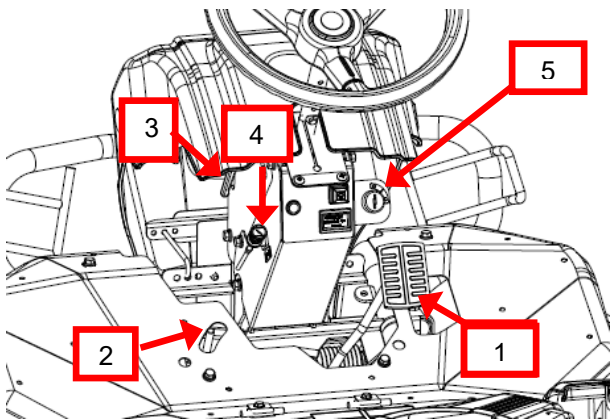

Figure 6a (modèle RM882 & RM952)
La pédale de frein est utilisée en cas d'urgence ou lorsque le frein de stationnement est verrouillé (1, Fig. 6a & 6b). Lorsque la pédale de frein est enfoncée, le levier de vitesse de déplacement est déplacé automatiquement à la position neutre «N».
Pour verrouiller le frein de stationnement, appuyez sur la pédale de frein (1, Fig. 6a & 6b), puis tournez le levier de verrouillage (2) vers la droite. Appuyez à nouveau et relâchez la pédale pour déverrouiller le frein de stationnement.
Lorsque le levier de la poignée d'angle (3, Fig. 6a & 6b) est desserré, vous pouvez régler l'inclinaison du volant. Une fois que l'angle est sélectionné, serrez fermement le levier d'inclinaison jusqu'à ce qu'il soit fixé.
Tirez le levier de démarrage à froid (4, Fig. 6a & 6b) pour démarrer le moteur froid, et libérez-le graduellement lorsque le moteur chauffe.
La clé de contact (5, Fig 6a & 6b) est utilisée pour démarrer et arrêter le moteur.